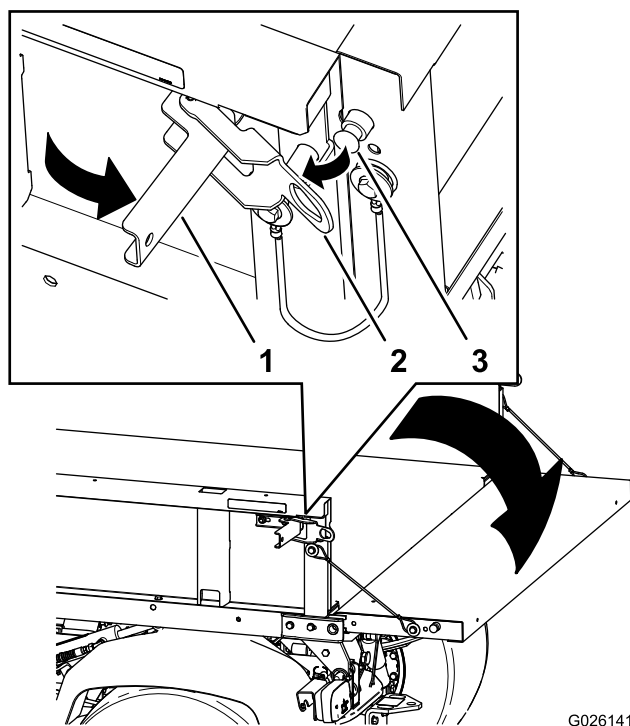

Figura 14
2. Abra los enganches de los lados izquierdo y derecho de la caja de carga, y baje el portón trasero (Figura 14).